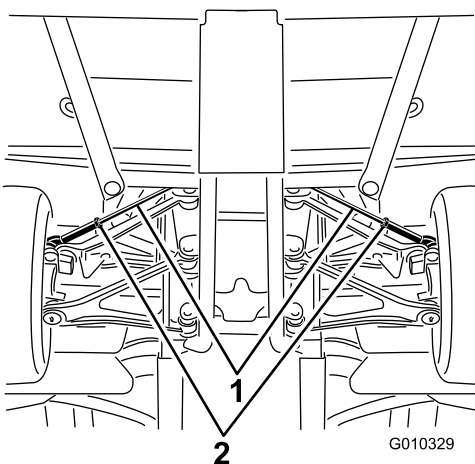

Figura 50
- A. Allentate il controdamo al centro del tirante (Figura 50).